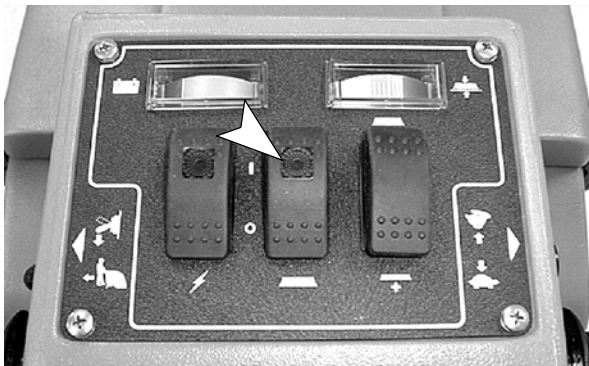

FIG. 16
8. Pour transporter la machine, désactivez le bouton du patin et tournez les poignées de commande. Le patin se relève automatiquement et se met en position de transport. (Figure 16).